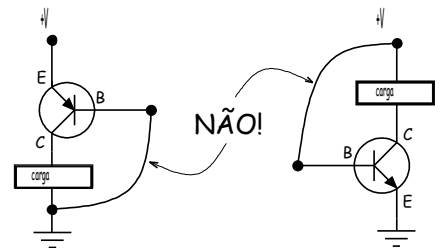

Figura 2.5.8 - O acionamento não deve ser feito por ligação direta sem resistor.
- Lembre também que, entre o emissor e a base, o transistor se comporta como um diodo e, portanto, não é boa idéia acionar os transistores bipolares ligando sua base diretamente à tensão de alimentação ou ao terra. Isto equivale a um curto-circuito (figura 2.5.8).